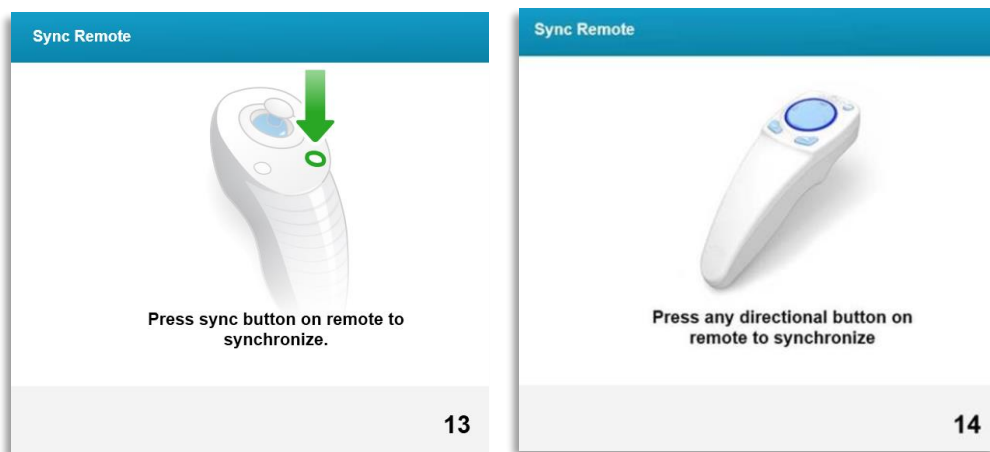

Abbildung 3-16. Fernsteuerung synchronisieren
- Wenn der Anwender die Behandlungskarte während der Programmierung der Behandlungsparameter stecken lässt, wird die folgende Nachricht bei einer Programmierung außerhalb der von der RSID-Karte zulässigen Werte angezeigt und die Option „Behandlung durchführen“ (Perform treatment) kann nicht ausgewählt werden (siehe Abbildung 3-16).
- Die Meldung „Ausrichtungs-Fernsteuerung synchronisieren“ (Sync alignment remote) wird 15 Sekunden lang auf dem Bildschirm angezeigt (siehe Abbildung 3-16).